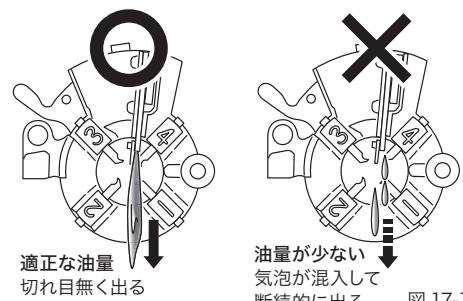

図 17-1
- ②ダイヘッドから出るねじ切り油が適正な量であることを確認してください。(図 17-1)